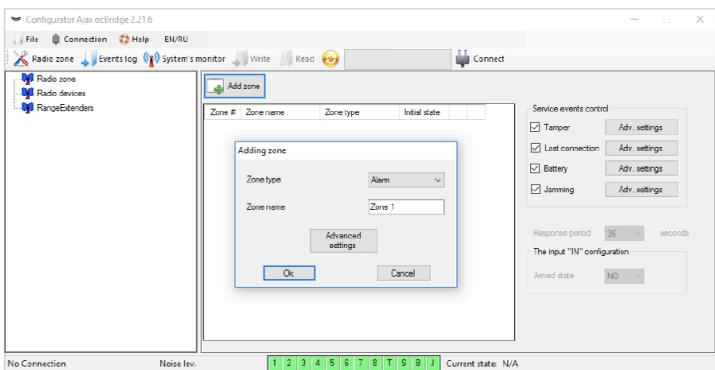

IMAGEN 3. Agregando una zona
4.2. Todos los dispositivos, que quiera conectar al ocBridge debe ser registrado con ayuda del «Configurador Ajax ocBridge». Para poder registrar los sensores es necesario crear zonas de radio en el configurador en caso de que no se haya hecho antes. Para realizarlo seleccione "Radio zone" y de click en el botón «Add Zone/agregar zona» (IMAGEN 3).